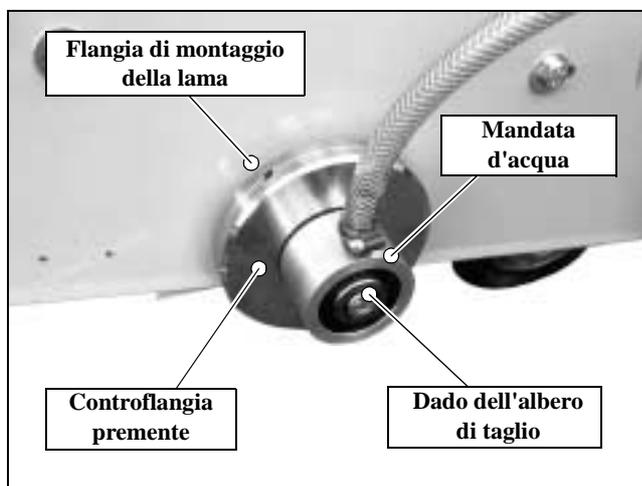
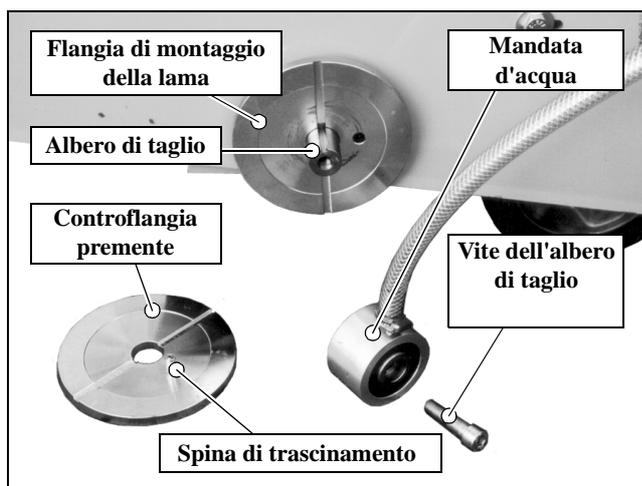

Fig. 4.14 Portalama
Fig. 4.15 Portalama smontato
5. Svitare la vite dell'albero di taglio (Fig. 4.14) e staccare il tubo di mandata dell'acqua e la controflangia premente dall'albero di taglio (Fig. 4.15).